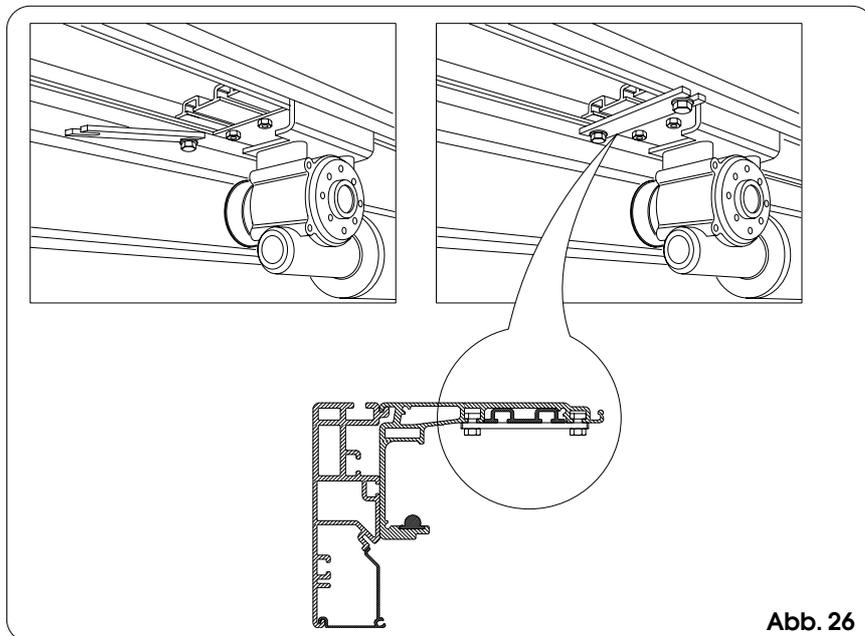

Abb. 26
- Das Antriebsmodul mit den 4 vorher angebrachten Bügeln befestigen. Dabei werden die vier Zugschrauben und die Muttern aus dem Lieferumfang verwendet (Abb. 26).